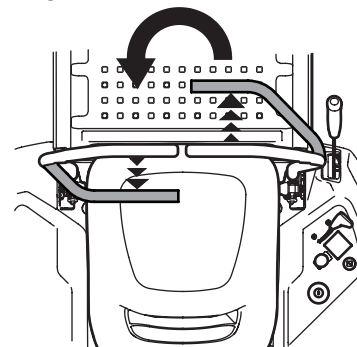

Figure 3-12
3. Pour tourner dans le sens anti-horaire, poussez la barre de conduite droite vers l'avant et tirez la barre de conduite gauche vers l'arrière. Voir Figure 3-12.